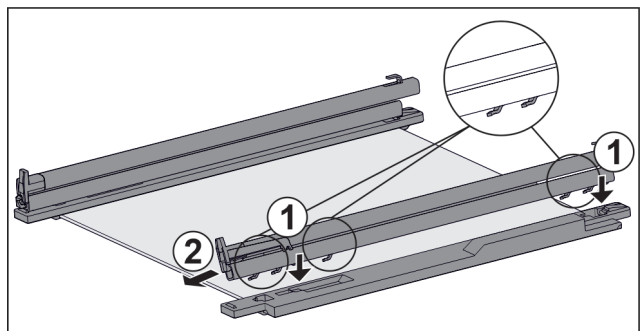

Fig. 57 Glasplaat met rails en vasthouddelen
- ▶ Haken van de rail op de openingen van het **linker** vasthoudddeel plaatsen. Fig. 57 (1)
- ▶ Rail naar voren trekken. Fig. 57 (2)
- ▶ Haken van de rail op de openingen van het **rechter** vasthoudddeel plaatsen. Fig. 57 (1)